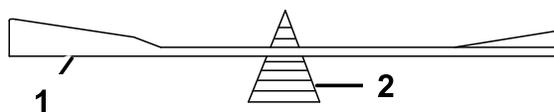

Рисунок 79
2. Проверьте балансировку ножа с помощью балансировочного устройства для ножей (Рисунок 79).